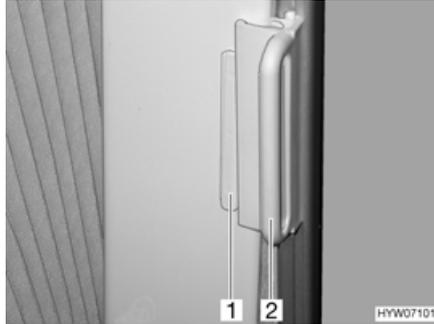

Fig. 101 Estor plegable, ventana de la cabina del conductor
- Coger los estores plegables por el tirador (Fig. 101,2) y cerrarlos cuidadosamente hasta que el cierre magnético lo mantenga en esta posición.
- Desplazar el tirador (Fig. 101,2) hasta la pieza sobrepuesta (Fig. 101,1). El estor plegable queda asegurado.